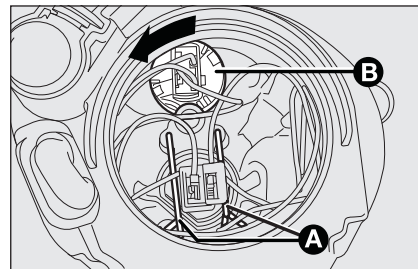

fig. 25
- ☐ sganciare le due mollette fermalampada **A**-fig. 25;
- ☐ ruotare in senso antiorario il portalampade **B**-fig. 25 e sfilarlo;